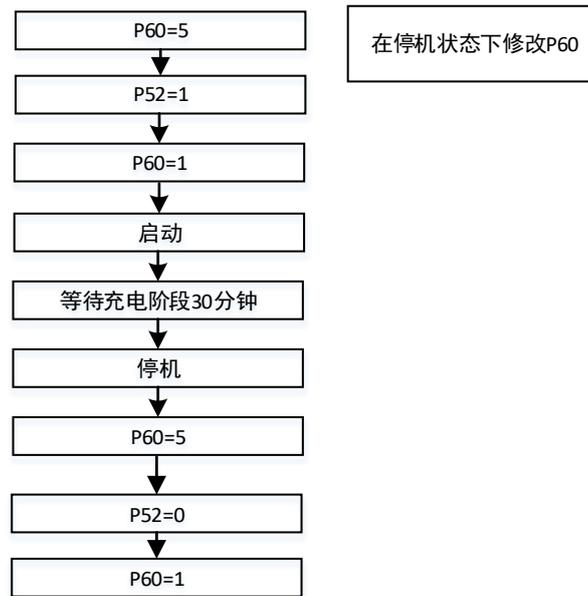

图 10-1 充电步骤
**操作方式** 参见图 10-1，设定 P60=5 后启动系统，P52=1 进入充电模式，启动装置后会停留在预充电阶段，充电时间达到半小时需手动停机否则会进入后续合闸阶段正式启动，停机后将 P52=0，由充电模式改回正常模式。